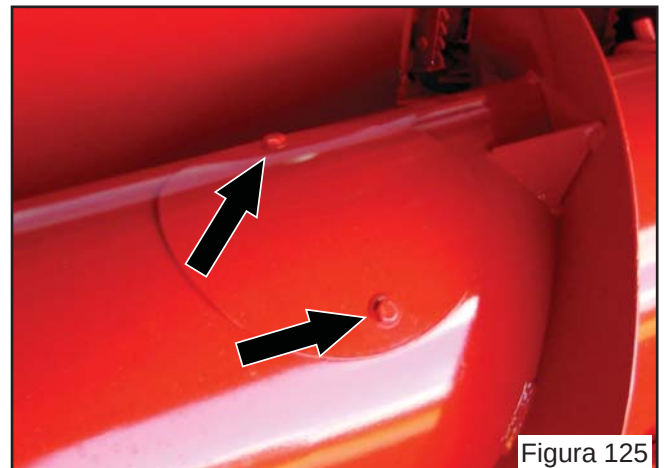

Figura 125
- Solte os parafusos ("a" Figura 125) da tampa de inspeção ("b" Figura 125);
- Solte os parafusos ("a" Figura 125) da tampa de inspeção ("b" Figura 125) e retire os dedos retráteis;